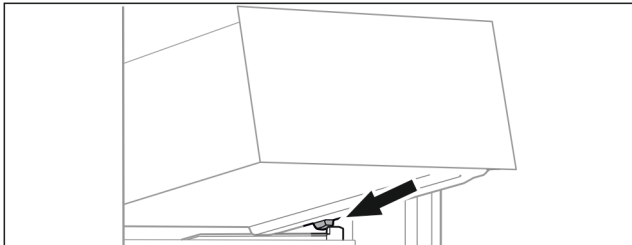

Fig. 70
- ▶ Поставете чекмеджето под ъгъл зад ограничителите върху реброто на съда. (виж Fig. 70)